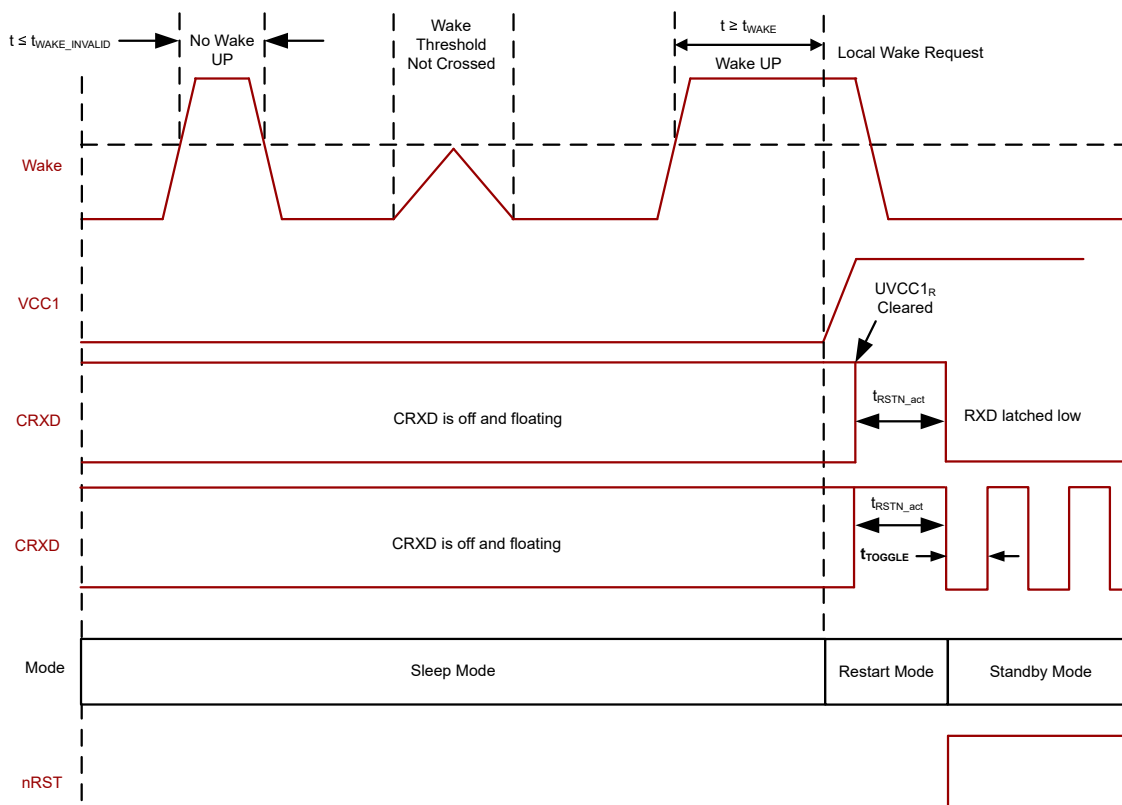
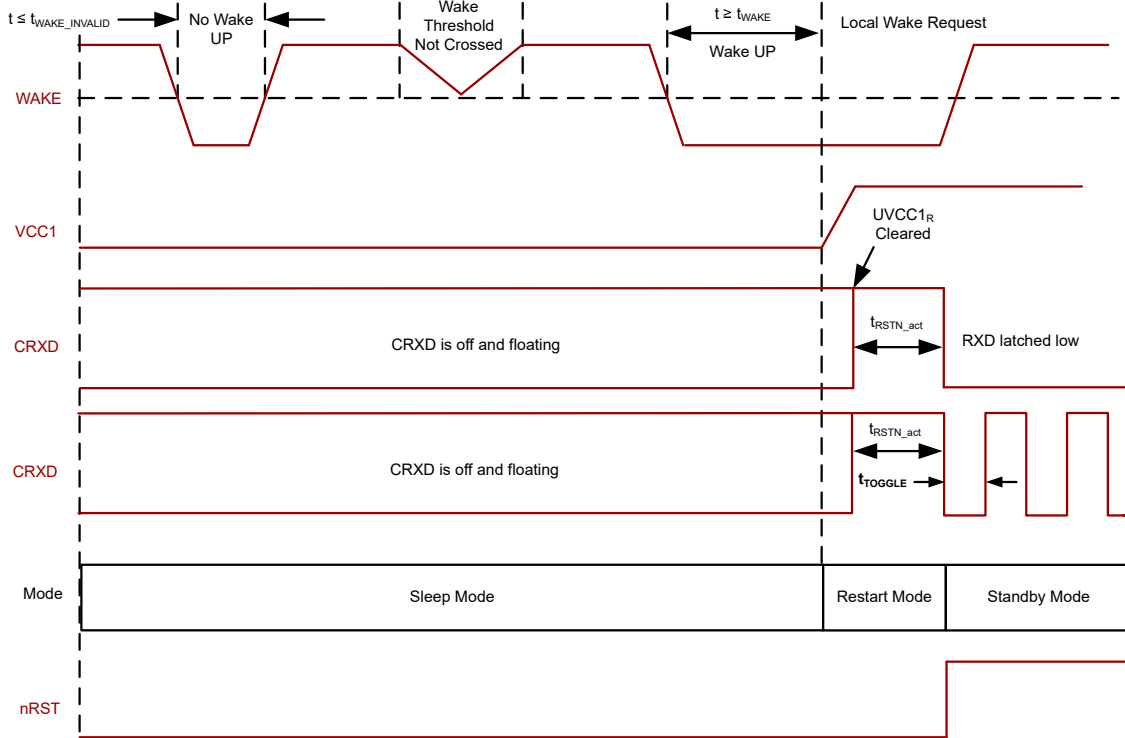

图 8-32. 本地唤醒 – 上升沿
图 8-33. 本地唤醒 – 下降沿
WAKE_x 引脚默认为双向输入，但可通过 WAKE_CONFIG 寄存器 8'h11[7:6] 配置为上升沿和下降沿转换，具体请参阅图 8-32 和图 8-33。WAKE 引脚是基于接地的唤醒输入，可与开关一起连接到接地或 V_{SUP}。WAKE_x 引脚输入阈值可以基于 VCC1 电平，从而允许直接连接到处理器或通过开关连接到 VCC1 电源压轨。如果不使用该端子，则将其连接至接地，以避免不必要的寄生唤醒。在器件进入睡眠模式后，WAKE_x 端子电压电平需要在 t_{WAKE} 内一直处于低电平或高电平状态，才能确定 WAKE 输入的状态转换。小于 t_{WAKE_INVALID} 的脉冲宽度会被滤除。
- 图 8-32 和图 8-33 提供了上升沿或下降沿 WAKE 输入的示例。一旦 $VCC1 > UVCC1$ 并且进入待机模式，RXD 会被拉至低电平。